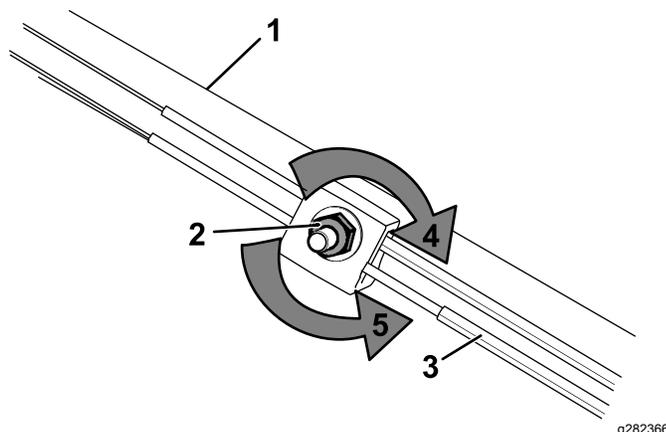

Рисунок 52
1. Поверните регулировочную гайку против часовой стрелки, чтобы ослабить натяжение троса (Рисунок 52).
2. Отрегулируйте натяжение троса (Рисунок 52), потянув его вперед или назад, затем удерживайте в этом положении.